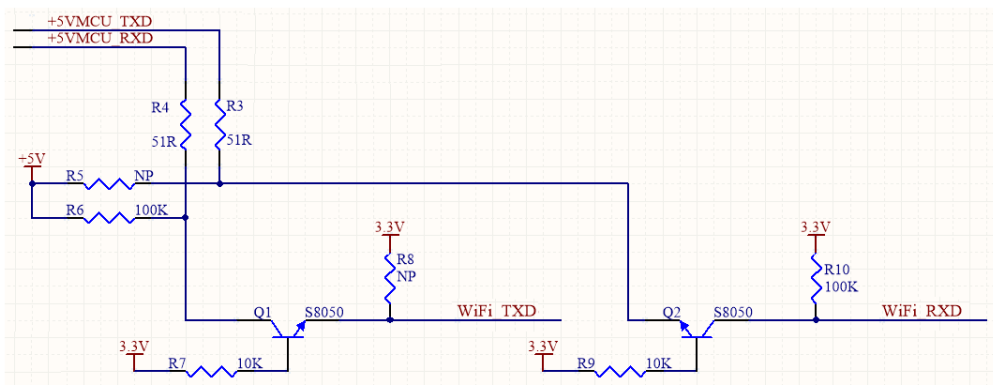

图 10 3.3V UART- 5V UART 转换电路
- 请根据回流焊曲线图进行 SMT 贴片，峰值温度 245℃，回流焊温度曲线如 5.5 节图 10 所示；
EMW100 UART 为 3.3V UART, 如果用户使用芯片的 UART 为 5V 电压, 则需要把 5V UART 转成 3.3V UART, 方能与 EMW100 UART 通讯, 5V-3.3V UART 转换电路请参考图 10 所示电路。